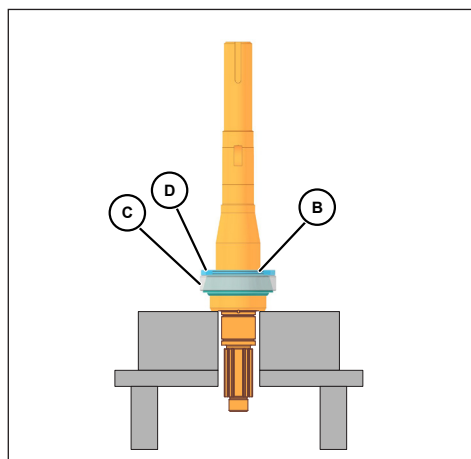

Abbildung 80 - Montage des inneren und äußeren Distanzstücks, der unteren Schale
4. Schieben Sie das innere Distanzstück (Abbildung 80, Pos. B) über die Welle bis zum unteren Konus und der Rollenbaugruppe.